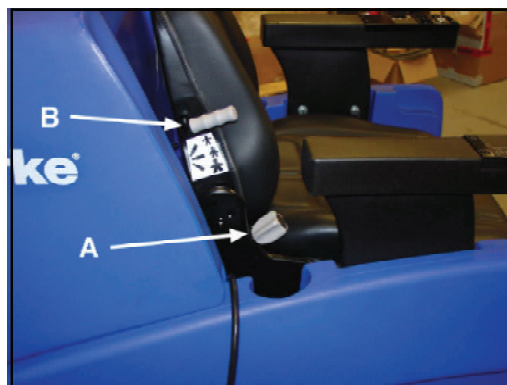

Рисунок 20
2. Чтобы отрегулировать угол задней спинки сиденья, поверните рычаг, расположенный посередине с правой стороны сиденья. Поворачивая его по часовой стрелке, Вы устанавливаете сиденье в более вертикальное положение. Поворачивая ручку против часовой стрелки, Вы наклоняете сиденье назад. Смотрите рис. 20, А.
3. Чтобы отрегулировать подвеску сиденья для удобства оператора, используйте рычаг возле задней стенки сиденья. Он имеет три положения. Верхнее положение предназначено для операторов с небольшим весом. Среднее положение предназначено для операторов со средним весом. Нижнее положение предназначено для операторов с большим весом. Смотрите рис. 20, В. **ПРИМЕЧАНИЕ: Чтобы поменять положение, необходимо сильно нажать на рычаг.**